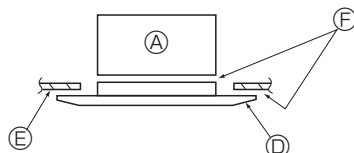

Fig. 10-7
- Certifique-se de que não existem folgas entre a unidade principal e o painel ou o painel e o teto. (Fig. 10-7)